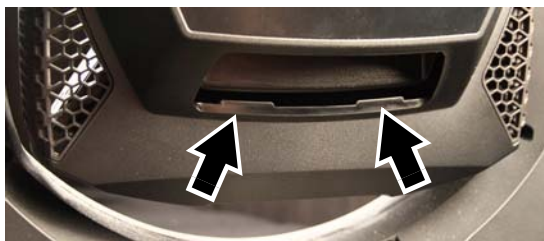

Figure 10: Onglets de calage du capot
2. Voir Figure 10. Notez la position des onglets de calage du capot. Glissez le capot sur la tête de façon à engager les onglets.